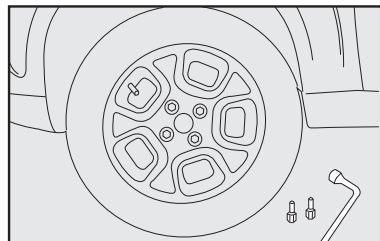

fig. 8
**10)** Apriete los tornillos, utilizando la llave especial **fig. 8**.